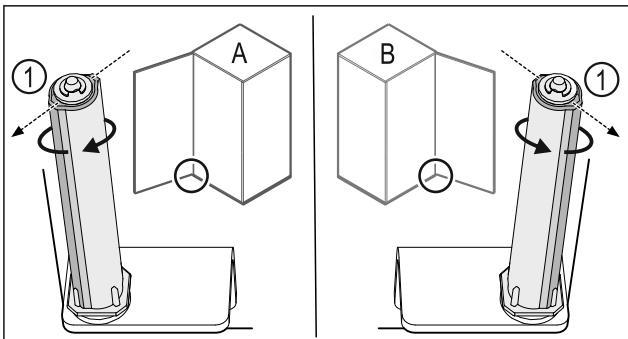

Fig. 39 Левое навешивание (A) / правое навешивание (B)
- Поворачивайте систему закрытия, преодолевая сопротивление до тех пор, пока ее ребро Fig. 39 (1) не будет направлено наружу.